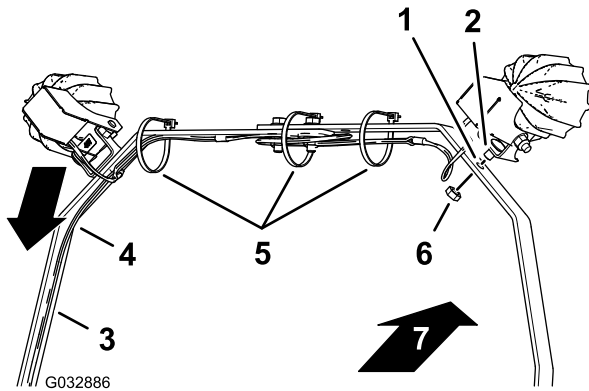

Bild 9
1. Fluchten Sie die Lampenhalterungen mit den Linsen der Lampen zur Vorderseite der Maschine aus (Bild 9).
2. Fluchten Sie den Kabelbaum mit dem linken Riemen der Lampenleiste aus, wie in Bild 9 abgebildet.
3. Fluchten Sie die kurze Schlossschraube, die Sie an der Befestigungshalterung für die LED-Lampe befestigt haben, mit dem Loch im Riemen der Lampenleiste aus (Bild 9).
4. Befestigen Sie die LED-Lampe und die kurze Schlossschraube mit einer Mutter am Riemen der Lampenleiste (Bild 9).
7. Befestigen Sie den Kabelbaum mit Kabelbinden an den Riemen der Lampenleiste, wie in Bild 9 abgebildet.